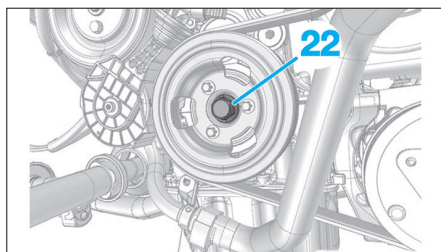
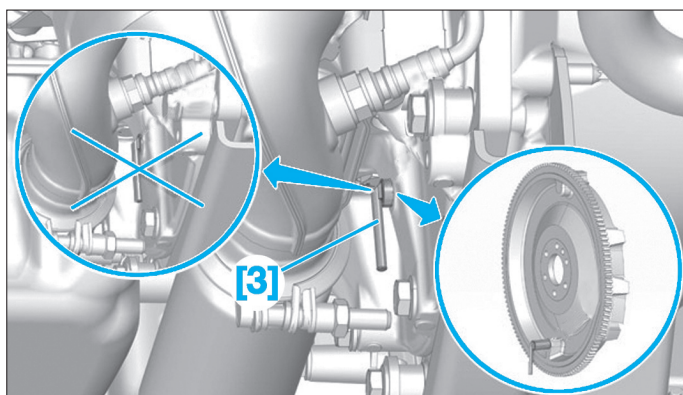

Fig. 10
Fig. 11
- Tourner le vilebrequin (22) (Fig.10) dans le sens de rotation du moteur pour permettre la mise en place de l'outil [3] (Fig.11).
- Vérifier le bon pignage du moteur en essayant de tourner la vis (22) (Fig.10) dans le sens antihoraire.